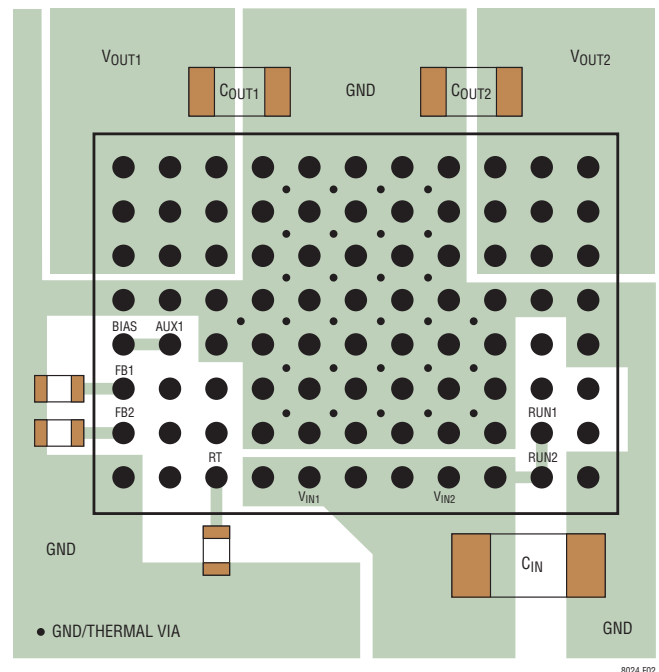

図2. 外付け部品、GNDプレーン、およびサーマル・ビアの推奨レイアウト
PCBレイアウトに関連する問題の多くは、LTM8024の高度の集積化によって軽減または解消されました。LTM8024はスイッチング電源であるとは言え、EMIが最小になり、確実に正常動作するように配慮する必要があります。デバイスが高いレベルで集積化されていても、レイアウトが不適切な場合、所定の動作が得られないことがあります。推奨レイアウトについては、図2を参照してください。接地と放熱が必ず許容範囲になるようにします。
6. ビアを使って、GND銅箔領域を基板の内部グラウンド・プレーンに接続します。これらのGNDビアを多く配置することで、プリント回路基板の内層への良好なグラウンド接続と熱経路の両方を確保します。図2のサーマル・ビアの位置と密度に注意してください。LTM8024は、図示の位置で内部GNDプレーンに接続したビアによって効果的に放熱されます(これらのビアは内部の電力処理部品の近くにあるためです)。サーマル・ビアの最適な数は、プリント回路基板の設計で決まります。例えば、非常に小さなビア・ホールを使う基板の場合、大きなビア・ホールを使う基板より多くのサーマル・ビアを使用する必要があります。